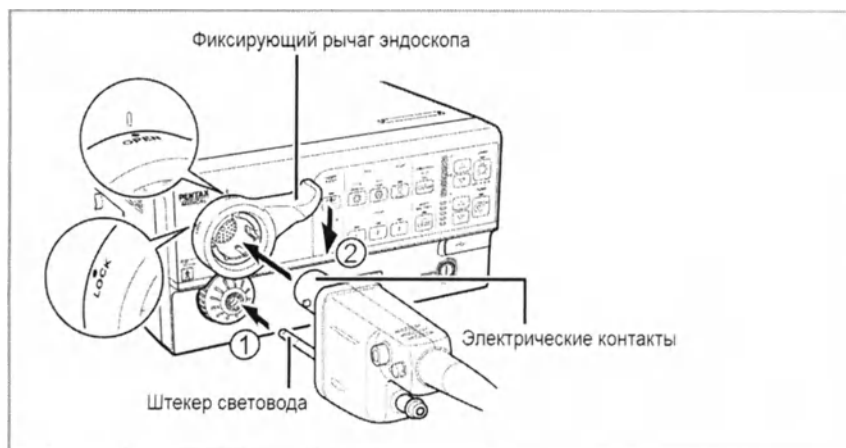

Рисунок 3.6
2. Плотно вставьте эндоскоп в разъем ① процессора (см. рисунок 3.6).